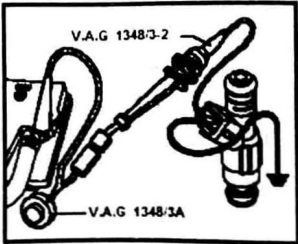

图 1-1-25 示意图
(1) 如图1-1-25所示,将被检喷油阀放入V.A.G1602量杯中,用V.A.G1594A中的检测线和鳄鱼夹将喷油阀的一个触点与发动机搭铁相连。用V.A.G1348/3A、V.A.G1348/3-2和辅助接线将喷油阀另一触点接正极。用V.A.G1594A中辅助接线跨接V.A.G1598/31上触点1和65。
(2) 打开点火开关,燃油泵应运转,操纵V.A.G1348/3A约30s,对所有喷油阀都测一遍。
(3) 4个喷油阀都触发后,将量杯放在一水平面上,每个喷油阀规定值为 (135 ± 10) mL。
(4) 如果一个或几个喷油阀测量值超差,关闭喷油泵(关闭点火开关),更换损坏的喷油阀。
(5) 如果所有的喷油阀均超差,检查燃油压力。说明:检查喷油量时,也要检查喷油外形,所有喷油阀形状应相同。
(6) 装上喷油阀及燃油分配管。